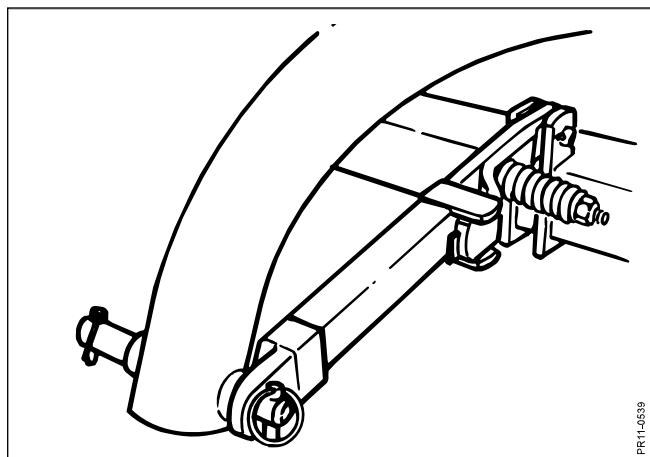

Fig. 3-8
- Fig. 3-8:** Maskinen är försedd med en säkerhetsutlösning, som tillåter att skärenheten svänger bakåt när trycket framifrån blir för stort, om man ex.vis kör emot fasta hinder så som ett trä, en stolpe, en jordfast sten eller liknande.